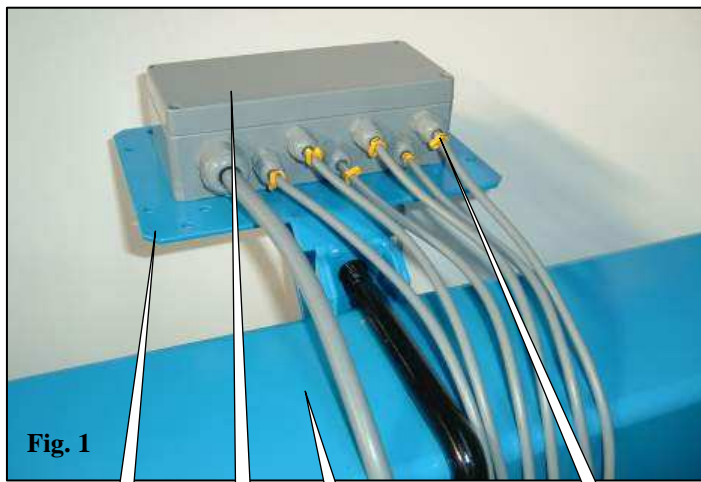
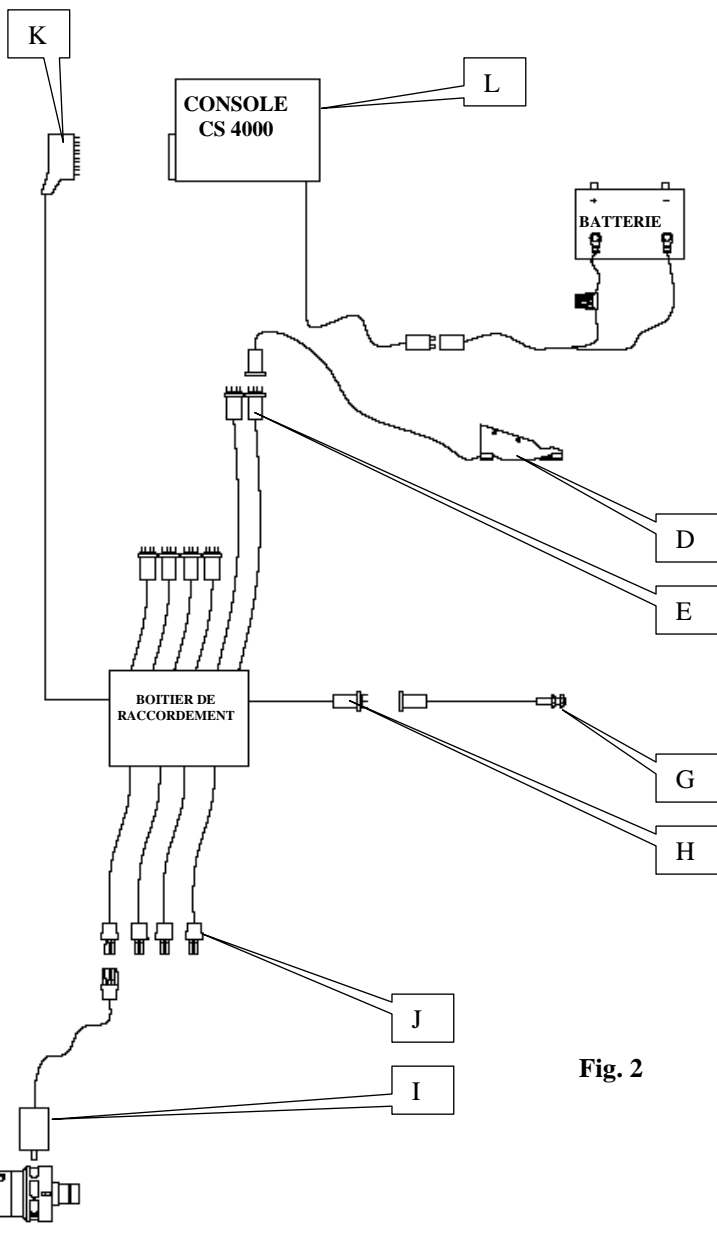

Fig. 1
Fig. 2
Installare la consola nella cabina del trattore in un posto in cui sia facilmente visibile e accessibile. Per far questo, utilizzare i supporti A e B (fig. 1) e la bulloneria in dotazione con la consola.
Il supporto A (fig. 1) deve essere fissato sulla consola e il supporto B (fig. 1) nella cabina.
La presa del cavo di alimentazione C (fig. 2 e 3) deve essere fissata sul supporto B (fig. 1 e 2).
- fixer le support A (fig. 1) à l'aide de la bride sur la poutre du semoir C (fig. 1), le plus près du centre du semoir.
- fixer le boîtier de raccordement B (fig. 1) sur le support.
6. Branchement du faisceau (fig. 2)
Chaque câble de cellule est équipé d'une prise à brancher au faisceau. Les prises E du faisceau à brancher aux cellules sont des prises 4 voies et les câbles du faisceau sont numérotés à la sortie du boîtier F (fig. 1):
- Mount mounting A (fig. 1) using the flange on the seeder's beam C (fig. 1), as close as possible to the centre of the seeder.
- Mount terminal box B (fig. 1) on the mounting.
6. Connecting the wire harness (fig. 2)